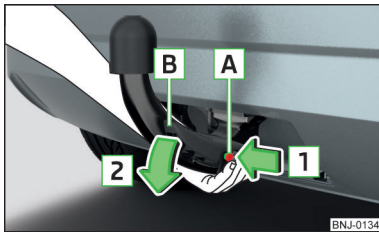

Fig. 139
- Prindeți tija cuplei **din partea de jos** » fig. 139.